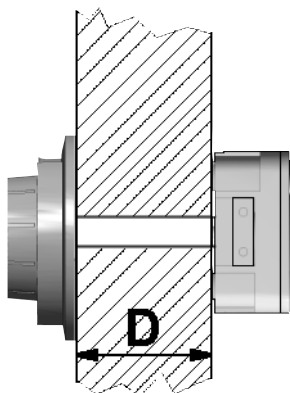

Abb. 1: Maß D
Die mitgelieferte Vierkantspindel kann bis zu einer Türstärke von 125 mm verwendet werden. Sie soll in einer der acht vorbereiteten Kerben abgelängt werden. Maßgeblich hierfür ist der Abstand (D) zwischen den Montageflächen von Schloss und Zahlenknopf (siehe Abb. 1). Die Tabelle unten gibt an, in welcher Kerbe gesägt werden soll. Bleiben mehr Segmente als notwendig stehen, erschwert sich unnötig die Montage. Ein Entgraten der Spindel ist nicht notwendig.